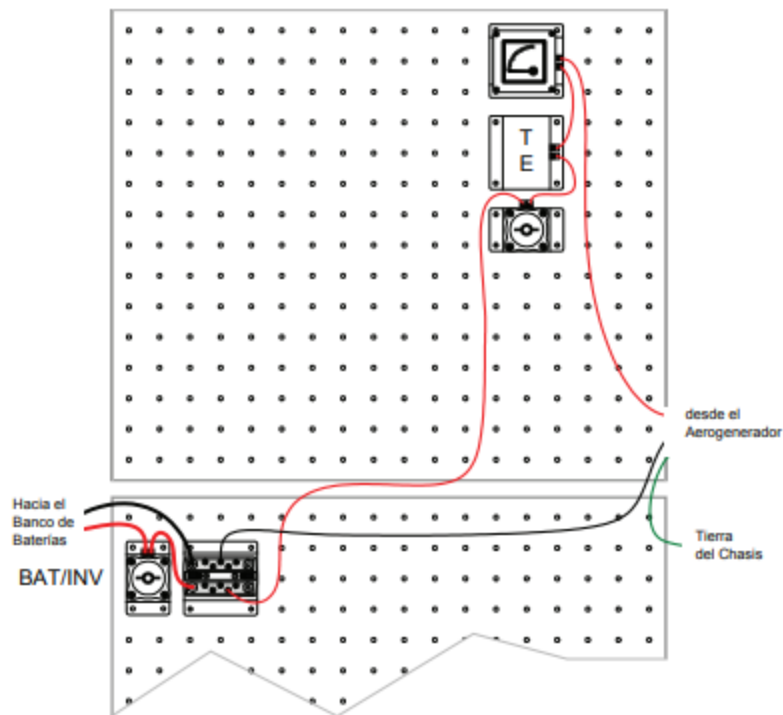

Figura 2-12. Cableado del sistema.
4. En la superficie de trabajo vertical instale el interruptor de desconexión TE, el disyuntor de CC y el amperímetro de CC. Ajuste las pestañas de seguridad de cada módulo y posiciónelos de acuerdo con lo mostrado en la figura 2-12.
9. El equipo didáctico debe estar conectado de una manera similar a lo mostrado en la figura 2-12.